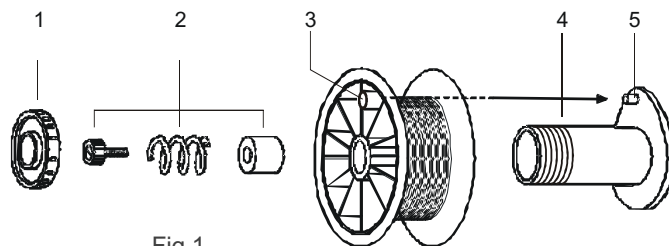

Fig.1
- Destornillar la tuerca de sujeción (1-Fig.1) para colocarse la bobina de hilo (3-Fig.1) sobre la porta bobinas (4-Fig.1). Confirmar que el sistema de freno (2-Fig.1) queda operativo, con el perno del porta-bobinas (5-Fig.1) correctamente introducido en el agujero de la bobina (3-Fig.1). Después de colocada la bobina, apretar la tuerca de sujeción.
- De seguida, debe ajustarse el sistema de frenado de bobina apretando, si necesario, el tornillo de ajuste (2-Fig.1) hasta que la bobina para en simultáneo con el motor-reductor sin deslizamientos.